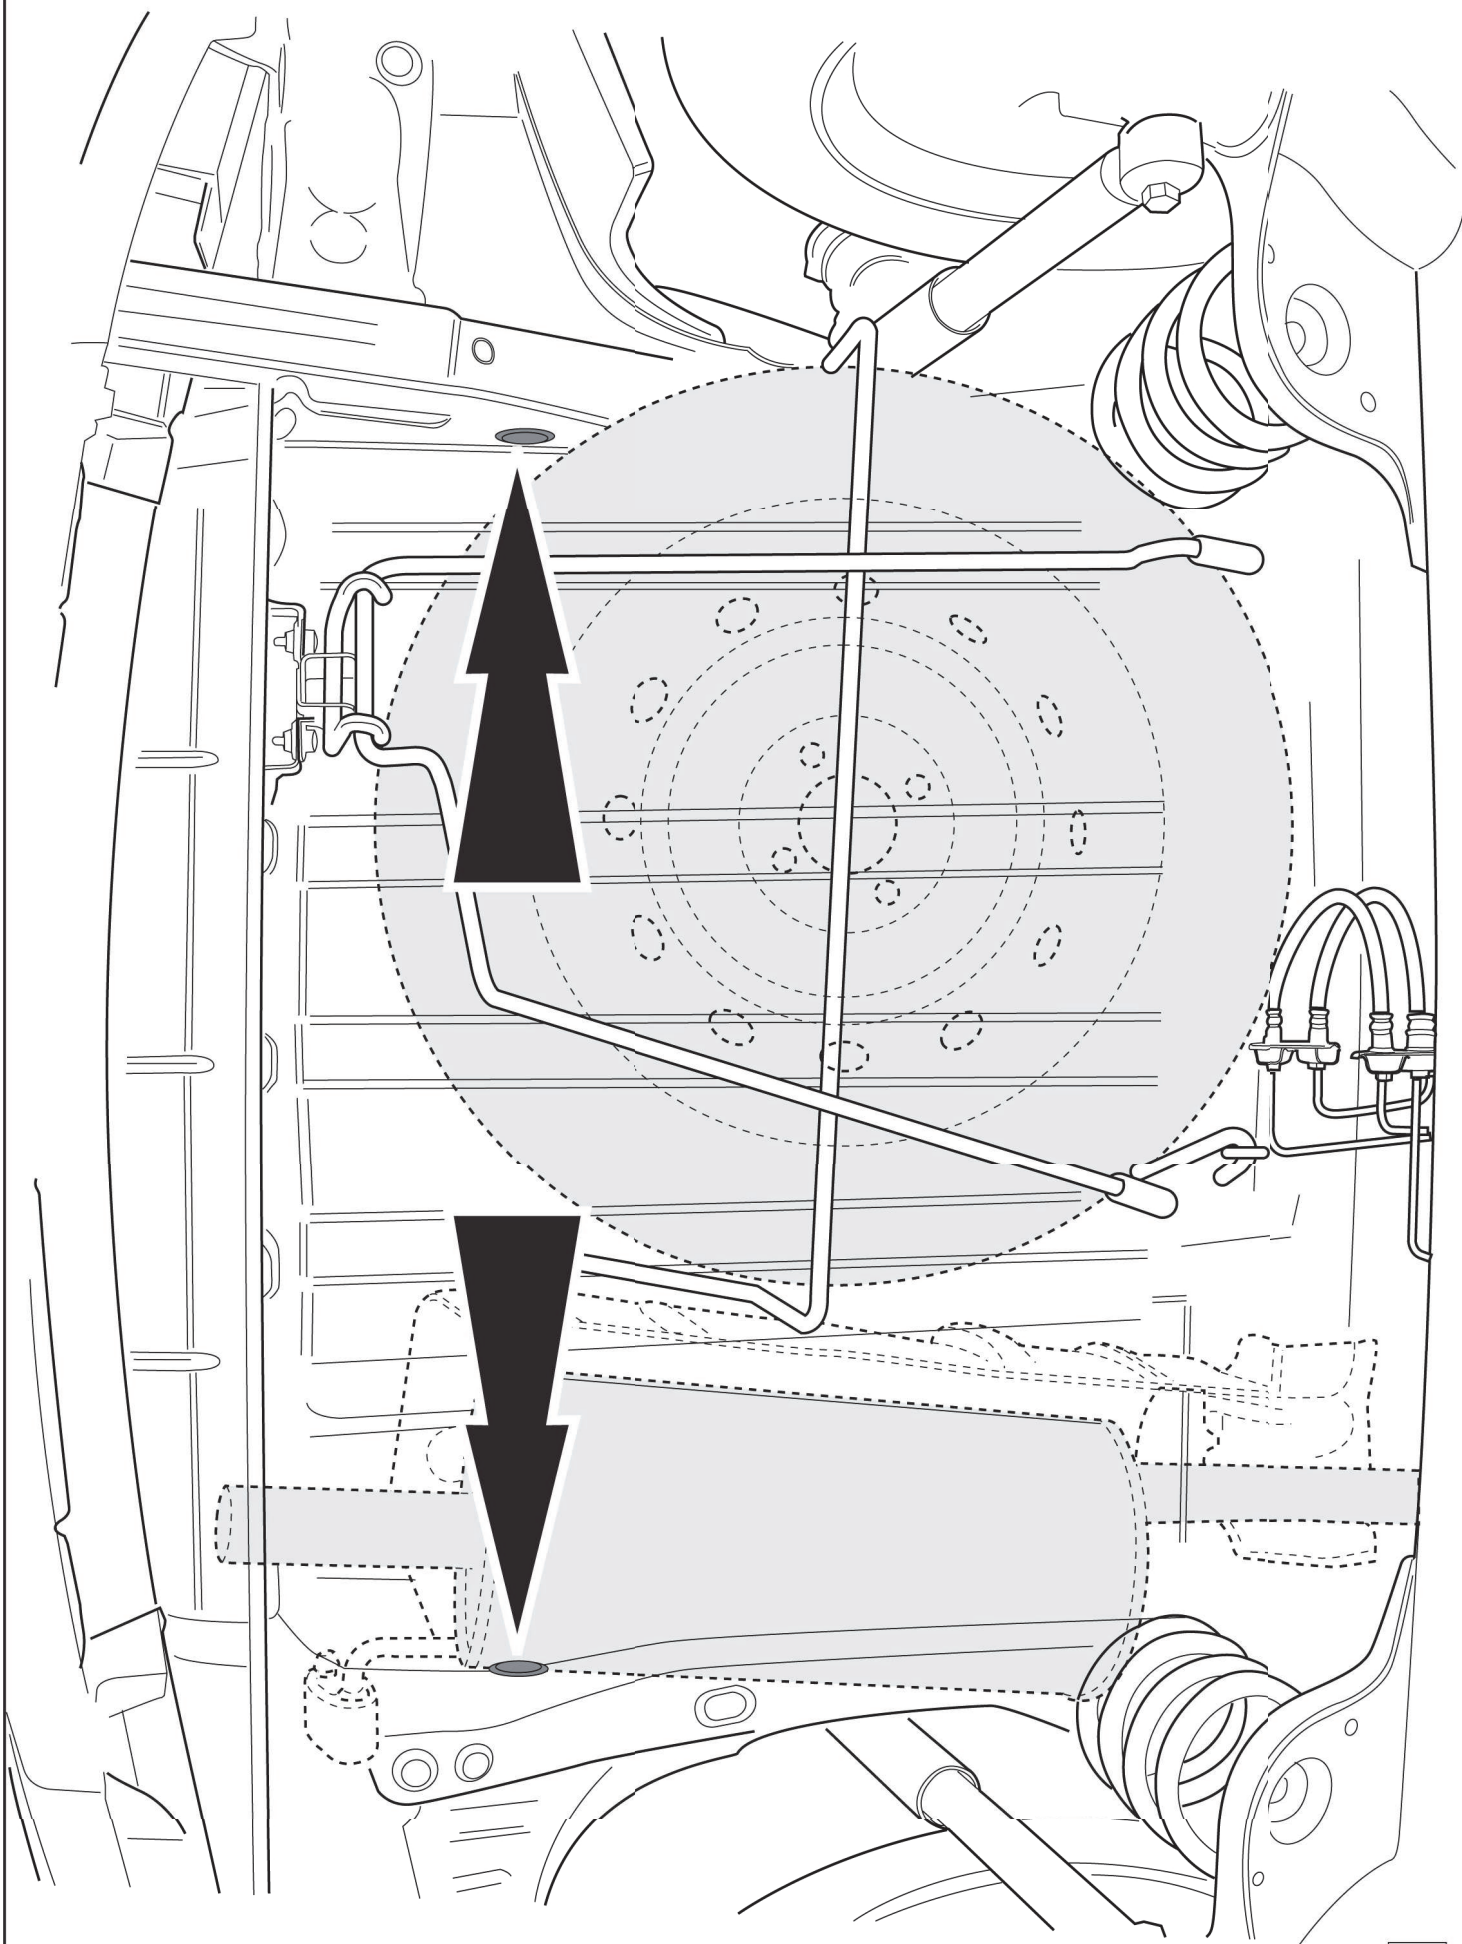

Fig. 1
4. Enlever les bouchons en caoutchouc à l'emplacement des points indiqués (voir la fig.1).